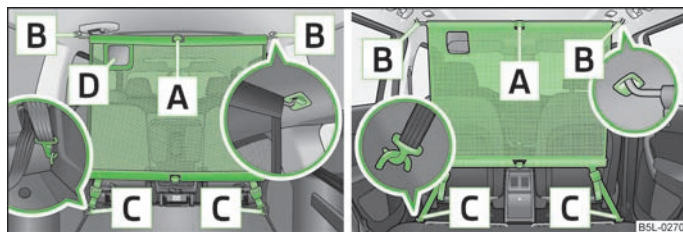

Fig. 59 Utilizar la red de separación detrás de los asientos posteriores/detrás de los asientos delanteros
- Montar la barra transversal en el alojamiento **[B]** » fig. 59, primero en un lado, y presionar hacia delante. Introducir de igual modo la barra transversal en el otro lado, en el alojamiento **[B]**.
- Soltar las cintas en ambos lados y desenganchar el gancho de mosquetón **[C]** » fig. 59.
- Presionar la tecla roja de la articulación **[A]** » fig. 59 - ésta se soltará.
La abertura **[D]** » fig. 59 en la red de separación sirve para implementar el cinturón de seguridad de tres puntos de fijación » página 145.